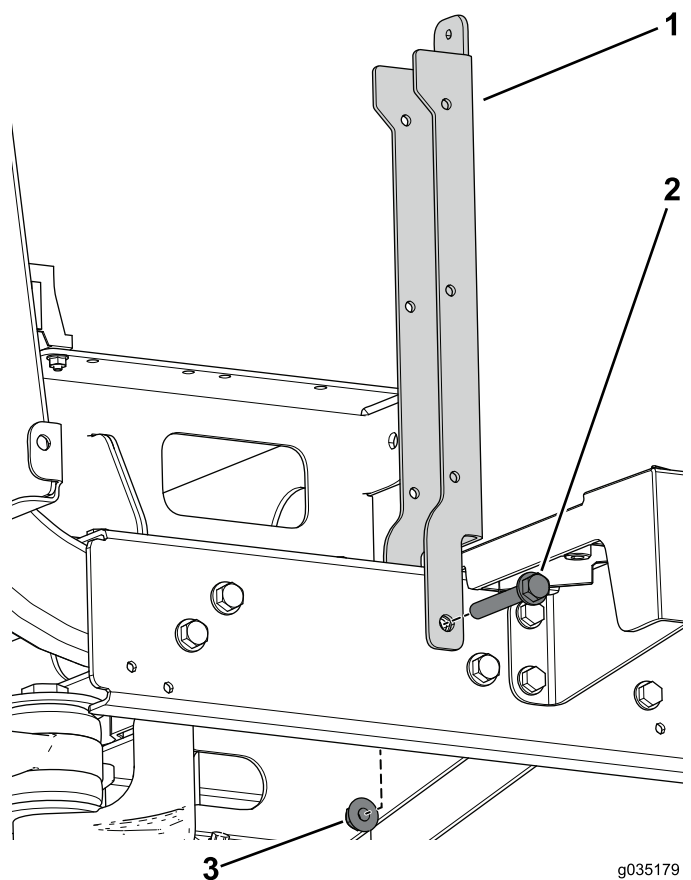

図 85
4. 座席サポートを固定するフランジボルト3/8 x 2-1/2 インチとフランジナットを使う 図 85。